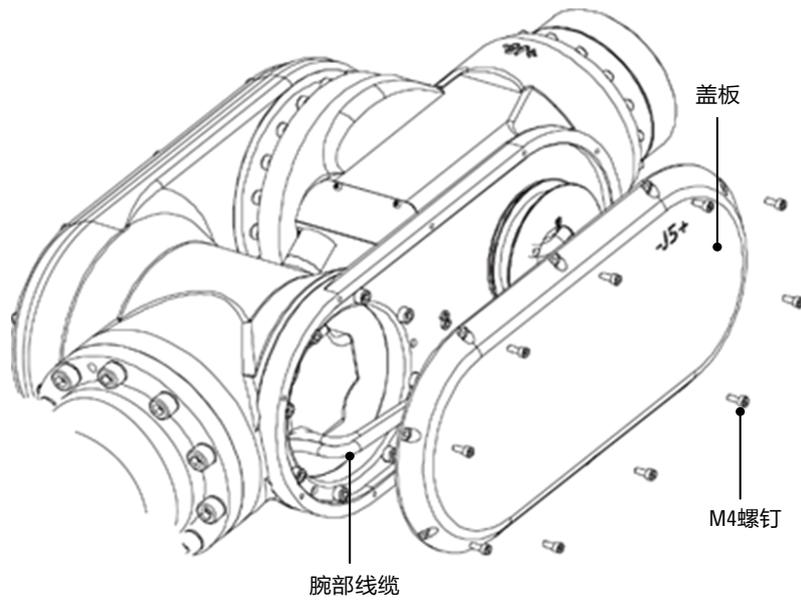

图 10-4 腕部内部线缆
- 步骤1. 拆卸盖板上的 M4 螺钉，卸下盖板，如图 10-4 所示。